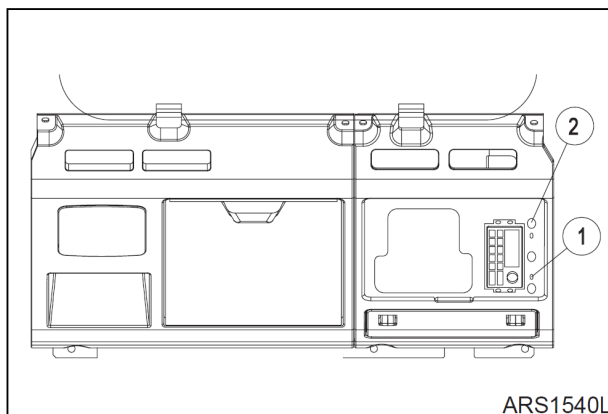
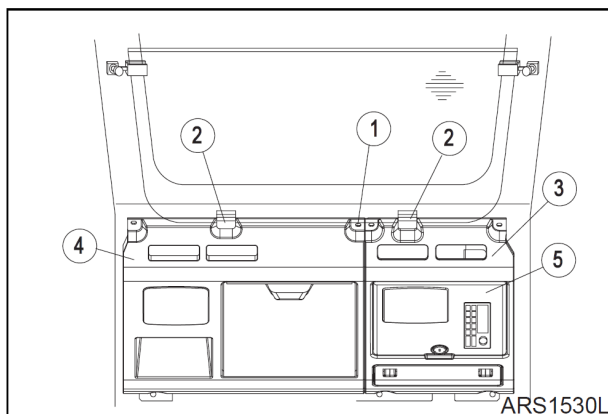

Рис. 10
Рис. 11
9. Закрепить стереосистему болтами (2, рис. 10) после подсоединения проводки динамика и антенны.
10. Закрепить правую панель приборной доски (4, рис. 11) болтами (1, рис. 10).
11. Закрепить левую панель приборной доски (3, рис. 11) болтами (1, рис. 10). Установить две резиновые прокладки (2, рис. 11).
12. Установить крышку (5, рис. 11) на левой стороне приборной доски (3).